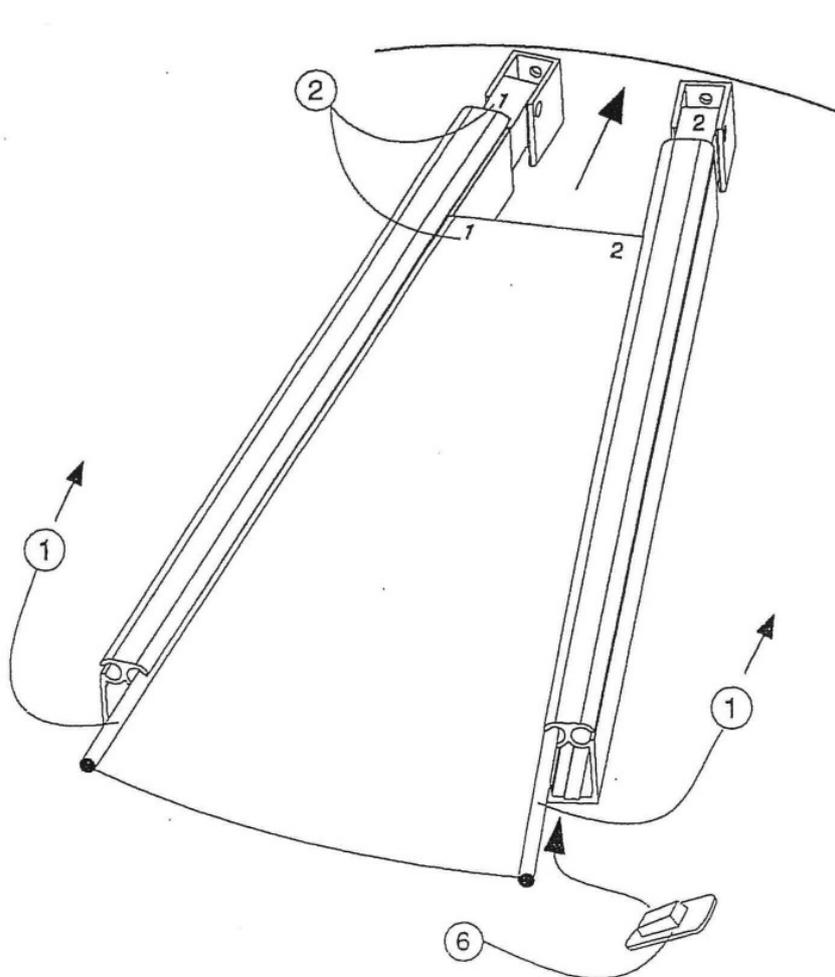

Fig. 7
- Lange Dachstreben mit Achsbock (4) an Kronenrondelle (3) festschrauben, Kedernuten (7) nach aussen gerichtet.
- Bei quadratischen oder rechteckigen Schirmen müssen die Nummern von Schienen (5) und Kronenlöchern (3) übereinstimmen.
- (Fig. 7) Am geschlossenen Schirm Stoffbahnen von unten beidseitig parallel in Kedernuten der Dachstreben einführen und hochschieben (1). Bei quadratischen oder rechteckigen Schirmen müssen die aussenliegenden Nummern des Stoffes mit jenen der Dachstreben übereinstimmen (2).